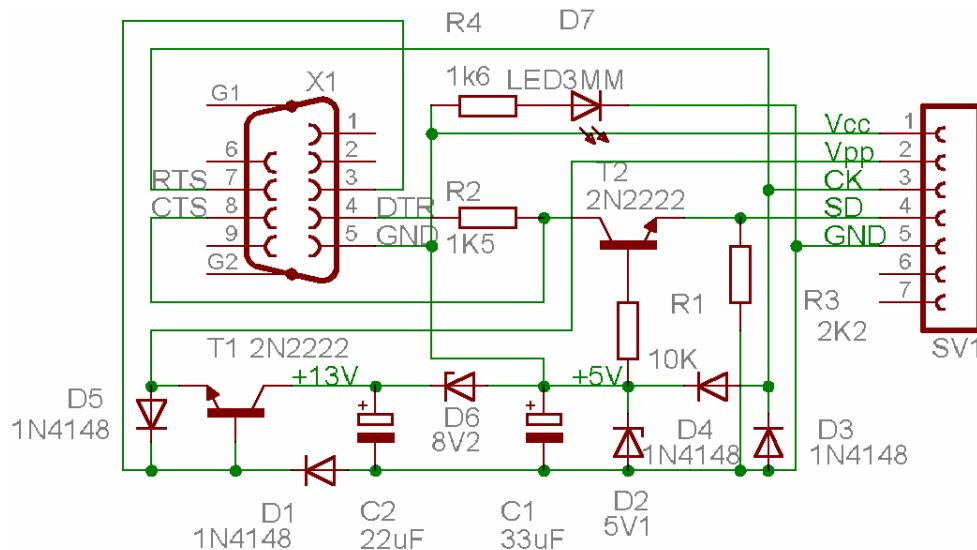

Fig.1-10 Programator serial, schema de principiu
Exista o varietate de clone ce utilizează principiul prezentat anterior. O idee ingenioasă [fig.1-10], este obținerea tensiunii Vcc și parțial Vpp din semnalul de clock generat pe RTS, respectiv din înserierea cu aceasta a unei tensiuni de cca. 8.2V obținută din semnalul TxD (X1-3). Limitarea amplitudinii semnalului CK (ClocK) la nivelul Vcc + 0.6V se face cu dioda D4, referința față de care se face identificarea nivelului logic al interfeței RS232, fiind semnalul GND (X1-5) livrat de PC, respectiv pinul Vcc al conectorului SV1 (In Circuit Serial Programming). Diodele D3 și D4 dublează de fapt diodele de protecție existente pe intrarea fiecărui pin IO al microcontrolerului, fiind redundante dacă destinația programatorului este doar familia de microcontrolere PIC. Dacă se intenționează programarea memoriilor eeprom seriale (I2C), montarea acestor diode este necesară. Când DTR este în 0 logic (tensiuni pozitive) tranzistorul T2 este în conducție acționând ca un stabilizator al nivelului amplitudinii semnalului de date (SD) la valoarea Vdd-0.6V. R2 este rezistența de sarcină pentru acest tranzistor, în unele variante ale acestui programator ea lipsește, deoarece se presupune că interfața asigură limitarea curentului generat prin pinul DTR. Întoarcerea pe CTS este solicitată de programator ca feedback, pentru a testa nivelul semnalului SD la intrarea în programator. Când DTR trece în 1 logic (tensiuni negative) colectorul tranzistorului T2 este negativat atât față de bază aflată la +5V, cât și față de emitor, tranzistorul fiind blocat. Tensiunea de alimentare a PIC-ului este asigurată din RTS când acest semnal se găsește în 0 logic (tensiuni pozitive) prin D4, respectiv prin D3, când RTS este în 1 logic (are tensiuni negative) și este menținută la trecerea lui RTS în 1 logic (tensiuni negative) prin încărcarea condensatorului C1; limitarea amplitudinii la +5V se face de către dioda zenner D2. TxD generează în 0 logic (tensiuni pozitive), tensiunea de programare Vpp prin polarizarea tranzistorului T1, iar în perioada când TxD este 1 logic (tensiune negativă) asigură alimentarea PIC-ului prin D1. Tensiunea este menținută cu condensatorul C2 pe perioada modificării nivelului logic al semnalului TxD în 1 logic. Protecția joncțiunii bază emitor a tranzistorului T1 împotriva tensiunilor negative se face cu dioda D5. În momentul programării, RTS și DTR trebuie să fie în 0 logic (tensiuni pozitive) și să nu stea în 1 logic o perioadă prea lungă. Dacă atât RTS, DTR și TxD stau în 1 logic (tensiuni negative) mai mult de 500mS, tensiunea de programare Vpp scade sub 8V, programarea fiind dezactivată.